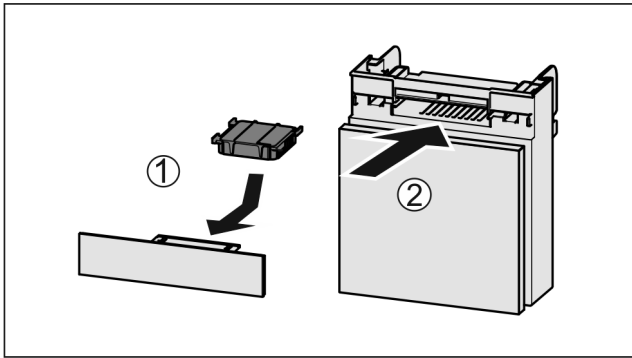

Fig. 129
- ▶ Поставете Fig. 129 (1) филтъра с активен въглен, както е показано на фигурата.
- ▶ Вкарайте Fig. 129 (2) отделението.